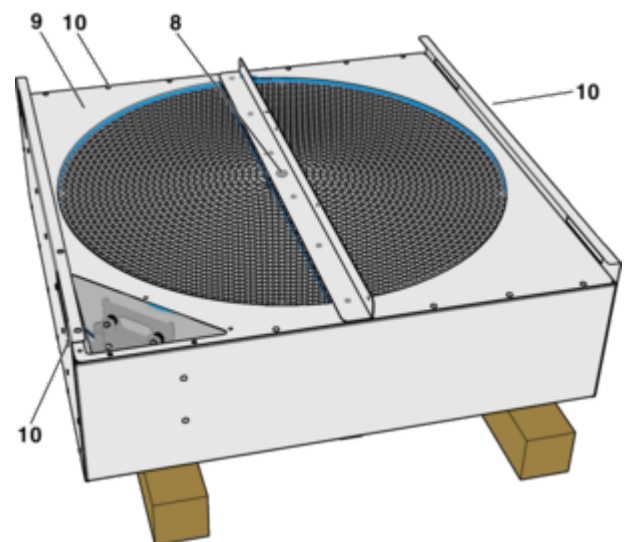

Abb. 65: RWT
- 10** ▶ Blech (Abb. 65 /9) mit Schrauben (Abb. 65 /10) wieder montieren.
- Mittelschraube (Abb. 65 /8) mit Schraubensicherung (z.B. Loctite 243) einschrauben.